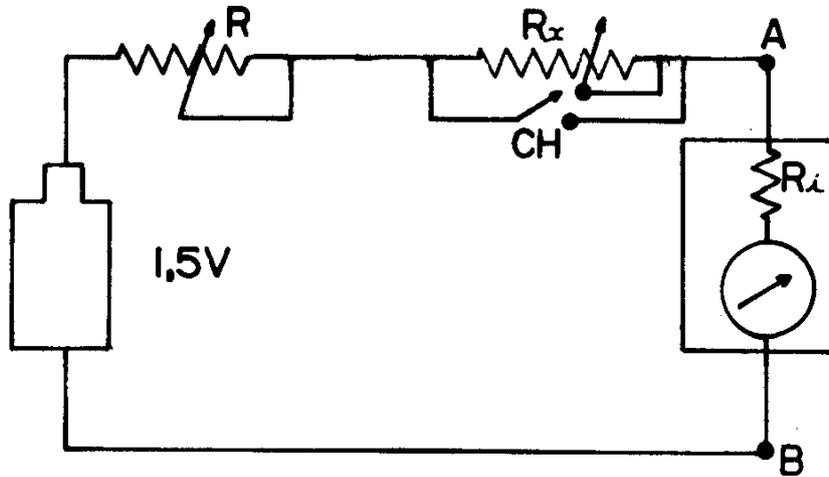

Fig. 5
6)  $R_X - R = R_i$ , como será mostrado a seguir. Fechando a chave CH (Fig. 5), a situação é a mesma que a descrita no item 3 do procedimento e temos: